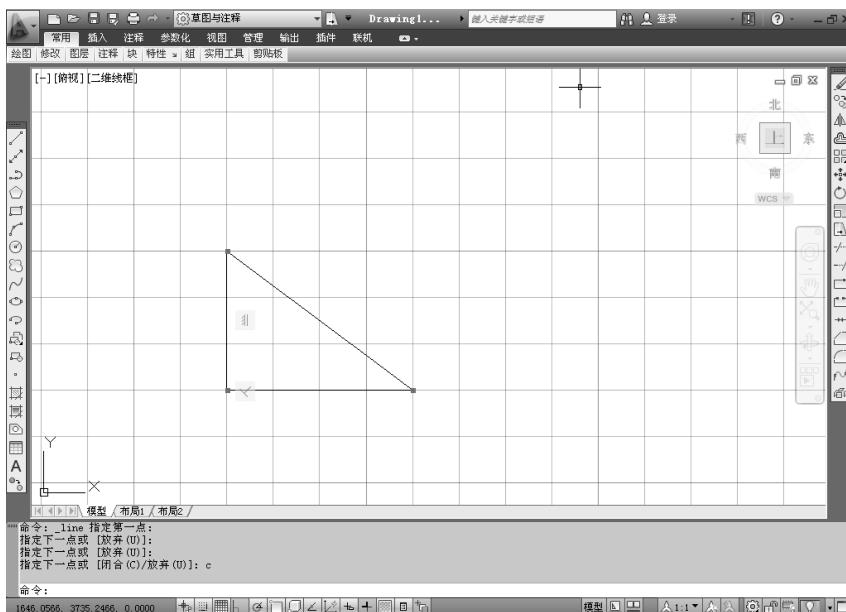

图 1.10 利用“栅格”和“捕捉”完成的三角形
①鼠标单击栅格按钮,显示栅格点阵。
②鼠标单击捕捉按钮,激活捕捉。
③执行绘制直线的命令。
④鼠标依次拾取栅格竖向 3 个单位距离、水平 4 个单位距离,连接第一点即可完成,如图 1.10 所示。
(2) 捕捉和栅格的设置